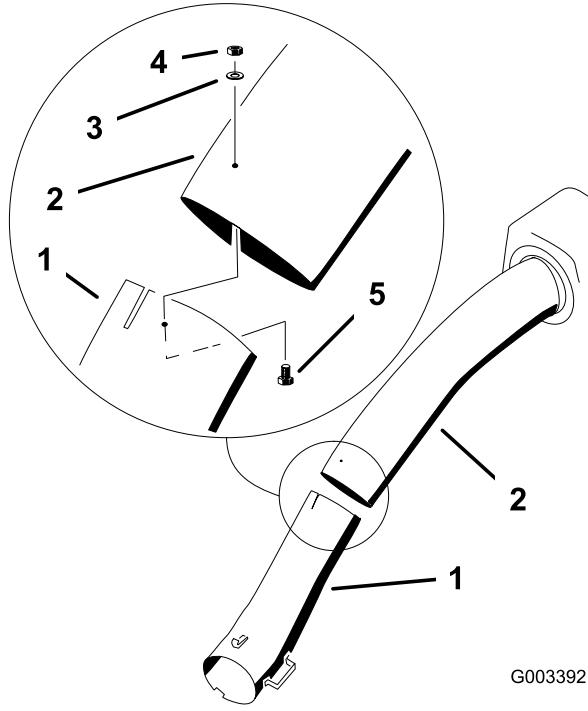

Figura 27
11. Réunissez les tubes supérieur et inférieur avec 3 boulons (nº 10 x ¾ po), 3 rondelles plates (7/32 po) et 3 contre-écrous (nº 10), comme montré à la Figura 27.